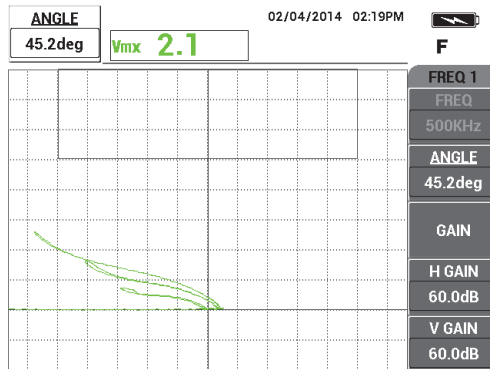

図 5-4 より水平になったリフトオフ信号
6. 位相キー (◁θ) を押します。位相パラメーターのデフォルト値は粗モードです。位相パラメーターを細モードに切り替えるには、Enter キー (✓) を押します。リフトオフ信号がより水平になるまでノブを回して位相値を調整します (131 ページの図 5-4 を参照)。